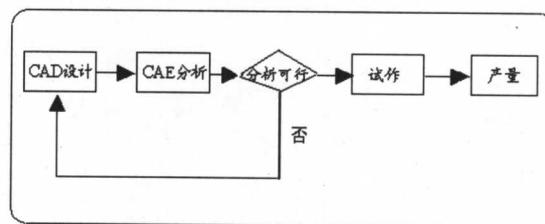

图 1-2
2. CAE (Computer Aided Engineering)：是计算机辅助分析的意思，把由 CAD 设计或组织好的模型，凭借计算机辅助分析软件仿真设计成品的一些性质，例如结构强度的力学分析、热传导效能分析或流体力学上的分析等，利用这些分析结果事先对原设计加以修正，以节省设计变更的次数及开发时间，还可以减少试作原型的投资成本，如图 1-2 所示。